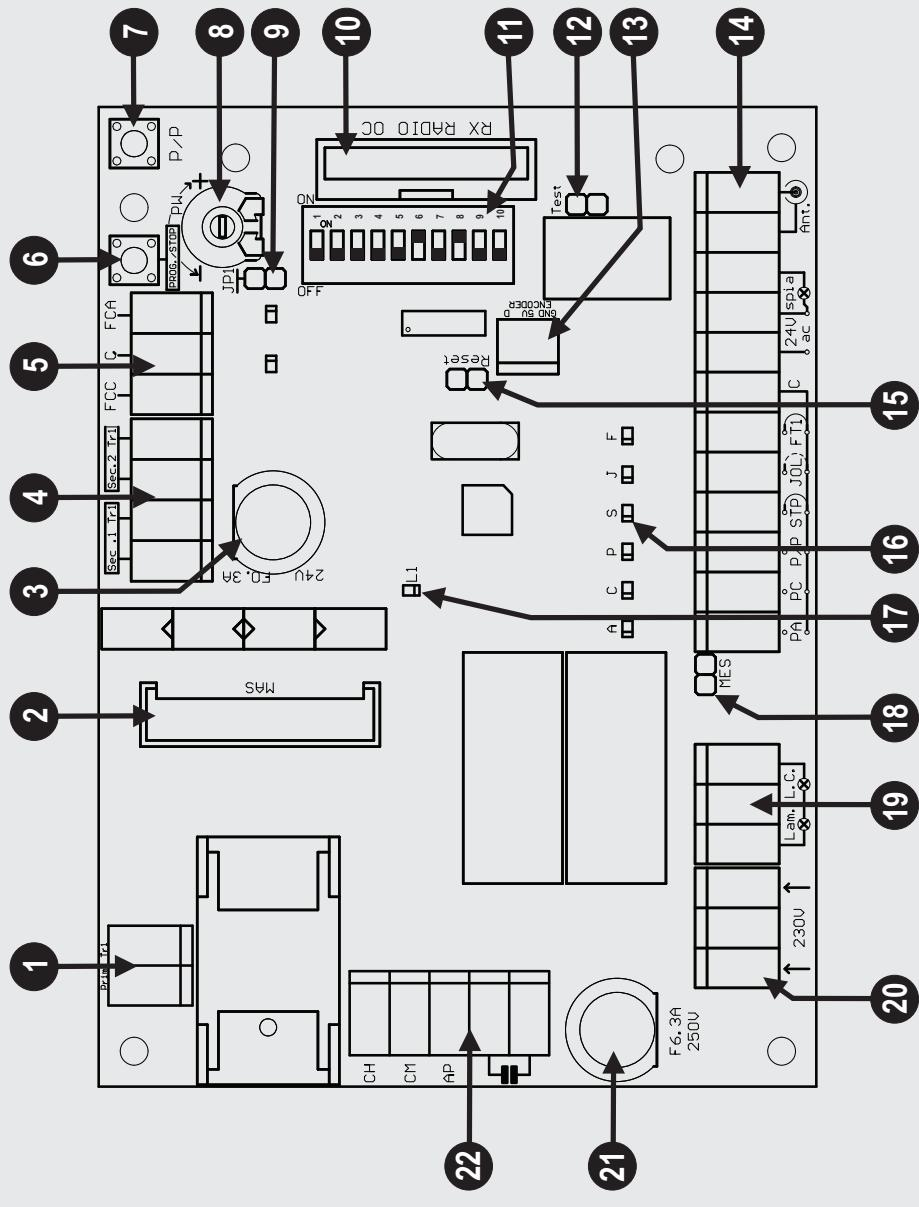

Fig. 1 / Abb. 1
## DESCRIZIONE DELLE PARTI (Fig. 1)
Se vengono usati motori con finecorsa interni, ad esempio motori per serrande, bisogna escludere il rallentamento (dip 9 OFF), escludere il freno (dip 8 OFF) e inserire il jumper JP1 (part. 9 di fig. 1).
- Con il foto test abilitato e la centralina in stand by i trasmettitori delle fotocellule non sono alimentati e l'ingresso FT1 è aperto (led spento). In questa condizione possiamo verificare ugualmente il funzionamento delle fotocellule cortocircuitando il jumper Test (part.12 di Fig 1).
## UTILIZZO RICEVITORE OC2 (part. 10 di fig. 1)
Il funzionamento della centralina T101F/FA è identico alla versione T101 ad eccezione delle funzioni dei dip 8, 9 e 10 (part. 11 di fig.1).